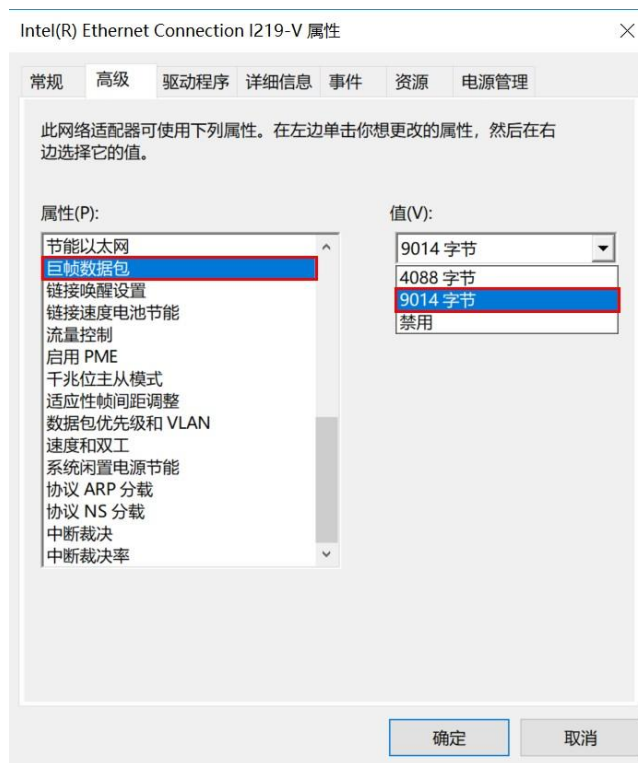

图2-6 网卡属性高级设置
2. 依次打开“控制面板”>“硬件和声音”>“设备管理器”>“网络适配器”，选中对应的网卡，打开属性中的“高级”菜单，“巨帧数据包”设置为最大值 9014 字节，如图2-6 所示。